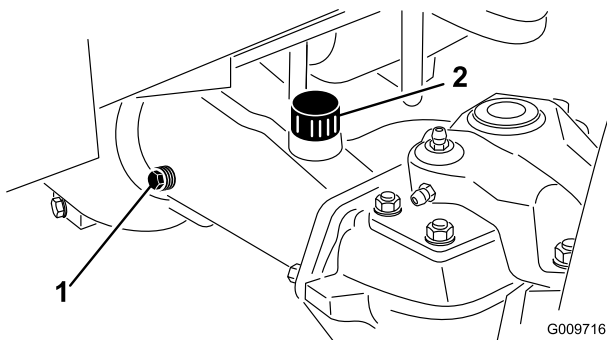

Figura 66
- Togliete un tappo di controllo (Figura 66) da un lato del ponte posteriore e verificate che il lubrificante raggiunga la base del foro. Se il livello è basso, togliete il tappo di riempimento (Figura 66) e rabboccate con lubrificante finché non raggiunge la base dei fori dei tappi di controllo.